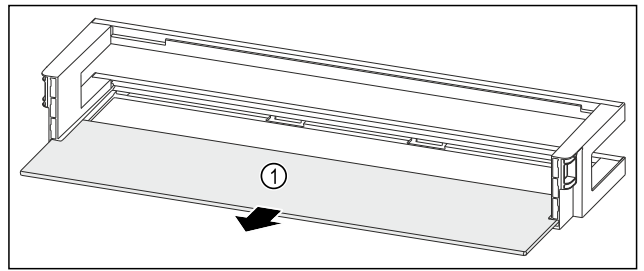

Fig. 99 Balconnet de contre-porte avec tablette de rangement
- ▶ Retirer la tablette de rangement Fig. 99 (1).